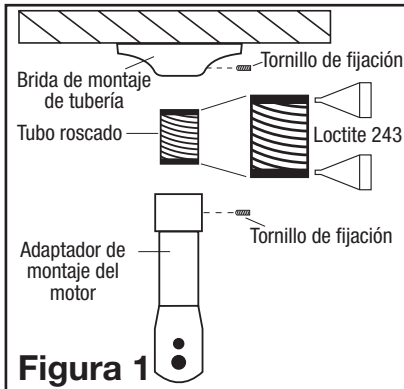

Figura 1
1. Localice la brida de montaje de la tubería y fíjela firmemente a la estructura del techo. Asegúrese de que la estructura del techo pueda soportar con seguridad el ventilador instalado. (Figura 1).
3. Aplique (1) tubo entero de Loctite #243 en las primeras 2 roscas de un extremo del tubo roscado que se atornillará al adaptador de montaje del motor (Figura 1).
4. Enrosque el tubo roscado en el adaptador de montaje del motor. El tubo roscado debe enroscarse al menos 4 vueltas completas. No permita que el Loctite n.º 243 se seque antes de la unión. Apriete el tornillo de fijación de 6,35 mm (1/4 pulg.) incluido en el adaptador de montaje del motor. (Figura 1).
6. Aplique (1) TUBO COMPLETO de Loctite #243 en las primeras 2 roscas del extremo opuesto del tubo roscado que ahora está enroscado en el adaptador de montaje del motor (Figura 1).
7. Atornille el tubo roscado con el adaptador de montaje del motor a la brida de montaje. El tubo roscado con el adaptador de montaje del motor debe enroscarse al menos cuatro vueltas completas en la brida. No permita que el Loctite n.º 243 se seque antes de la unión (Figura 1).
8. Apriete el tornillo de fijación de 1/4 pulg. provisto en la brida de montaje de la tubería (Figura 1).